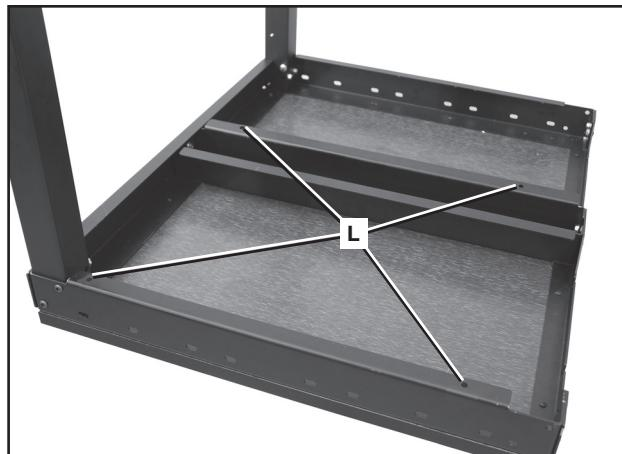
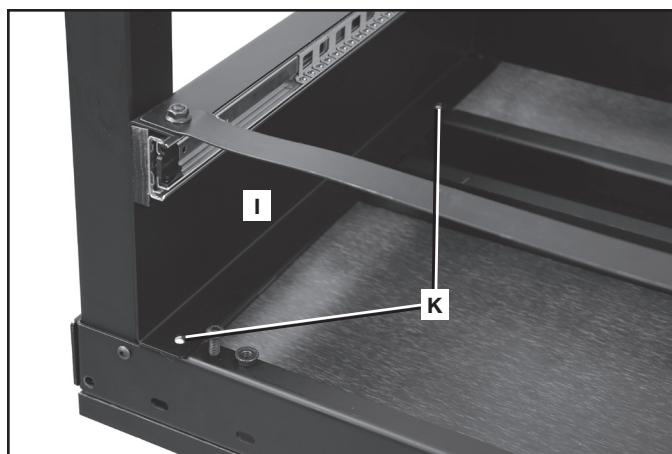

FIG. 7
FIG. 6
tourner le cadre de tiroir (I) à l'envers (comme l'illustre la fig. 6) et aligner les quatre trous dans le cadre de tiroir — deux sont illustrés à (K) fig. 6 — sur les quatre trous (L) fig. 7 sur le dessous de la rallonge de table.